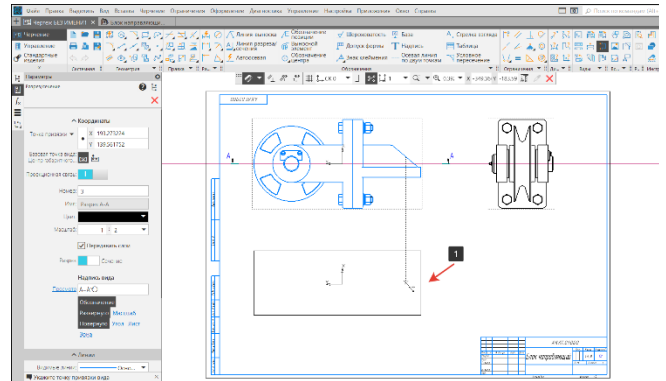

Рисунок 389 – Фантом сечения А-А
- После указания стрелки взгляда появится фантом сечения, который необходимо разместить на поле чертежа кликнув на него мышкой (Рисунок 389). Разрез А-А построен.